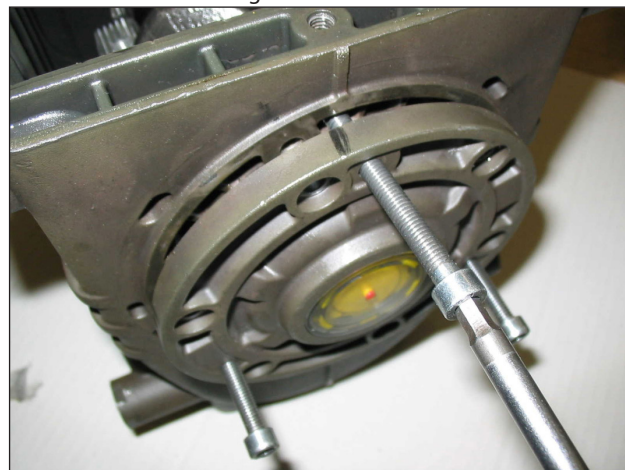

Fig. 3
- las tapas laterales, extrayéndolas introduciendo 3 tornillos M6x50 completamente roscados en los orificios roscados como se indica en Fig. 3.